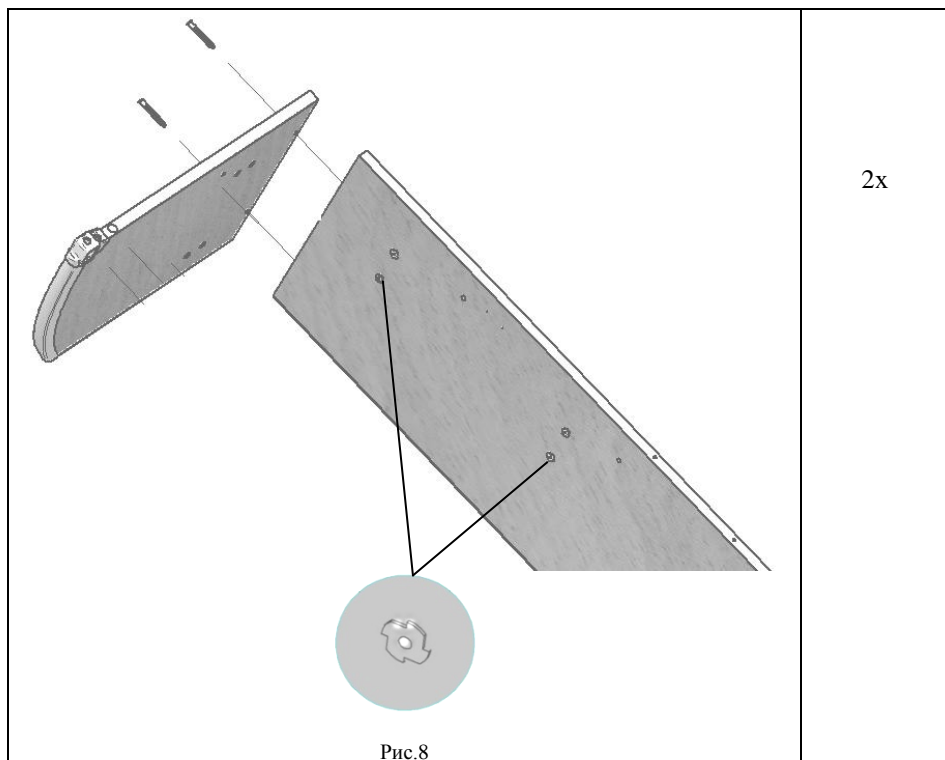

Рис.8
4.1.4. К стенке задней (поз.3) прикрутить с помощью винтов конфирмат (поз.1, пакет № 75) стенку боковую левую (сборка по п.4.1.3.3.), см. рис. 8.